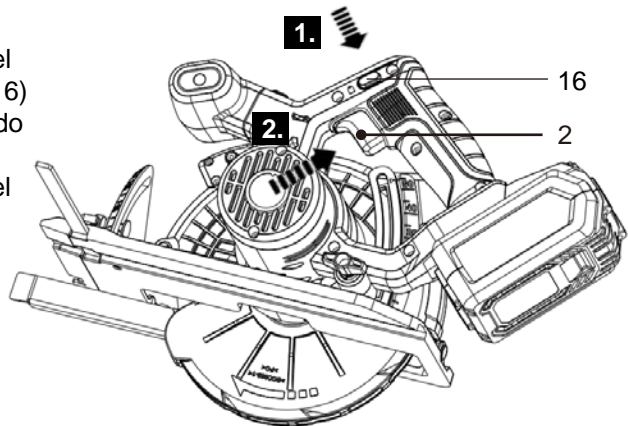

Fig. 8
1. Para encender la herramienta, presione el botón de desbloqueo (16) y manténgalo presionado (Fig. 8, paso 1), y a continuación presione el interruptor de encendido/apagado (2) (Fig. 8, paso 2).
2. Para apagar la herramienta, simplemente suelte el interruptor de encendido/apagado (2).